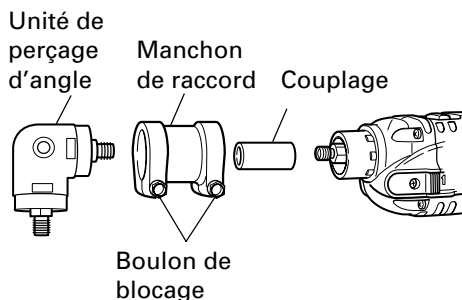

Fig. 12
(2) Fixation de l'angle
- Après avoir retiré le mandrin sans clavette tourner le levier de changement sur le côté ROTATION. Emboîter le couplage sur l'axe du marteau perforateur. Fixer le manchon de raccord sur le cache du réducteur, fixer l'angle à l'autre extrémité du manchon de raccord, tourner légèrement l'angle dans l'un ou l'autre sens de façon que l'orifice hexagonal du couplage s'emboîte dans la section hexagonale de l'angle, et serrer le manchon de raccord à l'aide des boulons de serrage. Serrer deux boulons de serrage de façon uniforme et à tour de rôle au couple de 61–70 In-lbs. (70-80 kgf.cm) (force égale à un tour de poignet de la clé à fourche fournie pour le serrage des boulons de serrage). (Fig. 12)